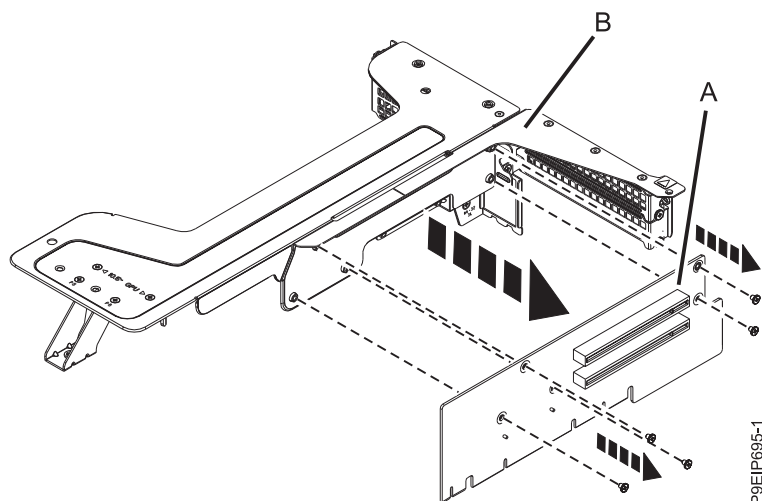

Figure 25. Retrait de la carte mezzanine de la position 1
8. Retirez la carte mezzanine du cadre de connecteur de bus. Retirez les cinq vis qui servent à fixer la carte mezzanine (A) au support du connecteur de bus (B), comme indiqué dans la figure 25, à la page 29.